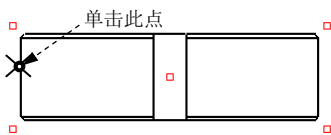

图 3.8.27 截面间断的中心点
(1) 此时系统提示 选择截面间断的中心点 < A >, 在投影视图 (图 3.8.27) 的边线上选取一点 (如果不在模型边线上选取点, 系统不认可), 这时在选取的点附近出现一个十字线。